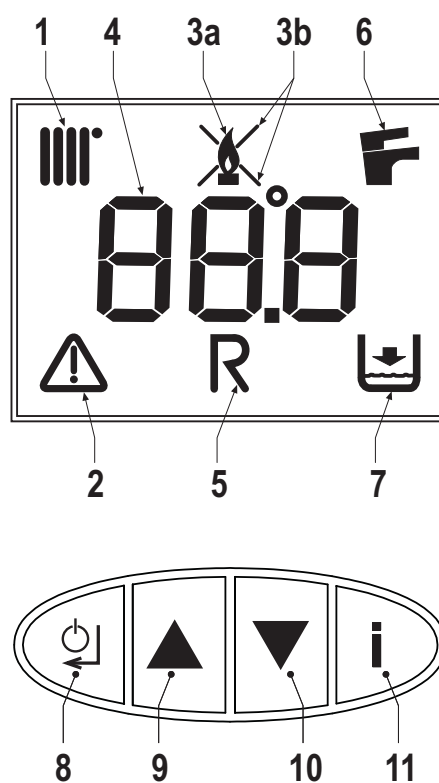

fig. 1 - Panoul de comandă
Cererea de încălzire (generată de Contactul de cerere, Termostatul de cameră sau Cronocomanda la distanță) este indicată de activarea simbolului caloriferului (det. 1 - fig. 1).
Pe afișajul multifuncțional (det. 4 - fig. 1) apare temperatura de la senzorul de încălzire, iar în intervalul de așteptare pentru încălzire apare mesajul "d2".
Cererea de apă caldă menajeră (generată de deschiderea robinetului de apă caldă) este indicată de activarea simbolului robinetului (det. 6 - fig. 1).
Pe afișajul multifuncțional (det. 4 - fig. 1) apare temperatura de la senzorul pentru apa caldă menajeră, iar în intervalul de așteptare pentru apa caldă apare mesajul "d1".
Apăsăți pe tasta Pornit/Oprit (det. A - fig.1) timp de 5 secunde.
Când dispozitivul este oprit, cartela electronică mai este încă alimentată cu energie electrică. Este dezactivată funcționarea circuitului de apă caldă menajeră și a circuitului de încălzire. Rămâne activ sistemul antiîngheț. Pentru a porni din nou dispozitivul, apăsați din nou pe tasta Pornit/Oprit (det. A - fig.1) timp de 5 secunde.
Pentru a avea acces la meniul cu setările utilizatorului, trebuie să apăsați pe tasta Info (det. 11 - fig. 1).
Apăsăți pe tasta Info (det. 11 - fig. 1) până când este afișat parametrul **u01** din meniul cu setările utilizatorului.
Apăsăți pe tasta Enter (det. 8 - fig. 1): este afișată valoarea curentă a parametrului **u01**.
Cu ajutorul tastelor (det. 9 și 10 - fig. 1), modificați temperatura de la un minim de 30°C la un maxim de 85°C.
Apăsăți pe tasta Enter (det. 8 - fig. 1) pentru a confirma setarea.
După aceea apăsați pe tasta Info (det. 11 - fig. 1) până când ieșiți din meniu.
Apăsăți pe tasta Info (det. 11 - fig. 1) până când este afișat parametrul **u02** din meniul cu setările utilizatorului.
Apăsăți pe tasta Enter (det. 8 - fig. 1): este afișată valoarea curentă a parametrului **u02**.
Cu ajutorul tastelor (det. 9 și 10 - fig. 1), modificați temperatura de la un minim de 10°C la un maxim de 65°C.
Apăsați pe tasta Info (det. 11 - fig. 1) până când este afișat parametrul **u03** din meniul cu setările utilizatorului.
Apăsați pe tasta Enter (det. 8 - fig. 1): este afișată valoarea curentă a parametrului **u03**.
Cu ajutorul tastelor (det. 9 și 10 - fig. 1) setați modul Vară (0) sau modul Iarnă (1).
Apăsați pe tasta Enter (det. 8 - fig. 1) pentru a confirma setarea.
Apăsați pe tasta Info (det. 11 - fig. 1) până când este afișat parametrul **u04** din meniul cu setările utilizatorului.
Apăsați pe tasta Enter (det. 8 - fig. 1): este afișată valoarea curentă a parametrului **u04**.
Cu ajutorul tastelor (det. 9 și 10 - fig. 1) setați modul Economy (0) sau Comfort (1).
După aceea apăsați pe tasta Info (det. 11 - fig. 1) pentru a ieși din meniu.
Apăsați pe tasta Info (det. 11 - fig. 1) până când este afișat parametrul **u05** din meniul cu setările utilizatorului.
Apăsați pe tasta Enter (det. 8 - fig. 1): este afișată treapta curentă din puterea maximă.
Cu ajutorul tastelor (det. 9 și 10 - fig. 1) pentru a modifica puterea maximă: de la 1 (Treapta minimă) la 5 (Treapta maximă).
Apăsați pe tasta Info (det. 11 - fig. 1) până când este afișat parametrul **u06** din meniul cu setările utilizatorului.
Apăsați pe tasta Enter (det. 8 - fig. 1): este afișată valoarea curentă a parametrului **u06**.
Cu ajutorul tastelor (det. 9 și 10 - fig. 1) modificați modul de funcționare:
Apăsați pe tasta Info (det. 11 - fig. 1) până când este afișată informația **u07** din meniul cu setările utilizatorului.